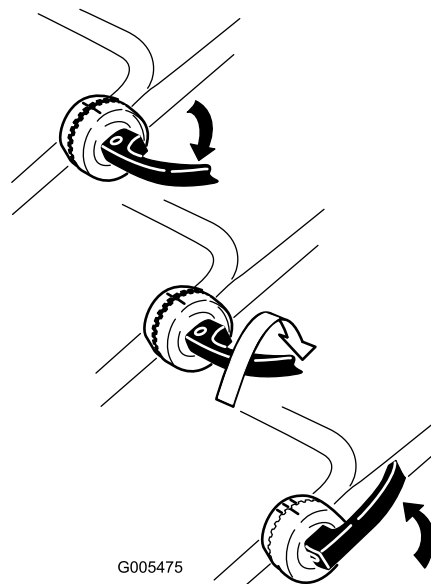

Figur 4
2. Lås opp de øvre håndtakslåsene og drei det øvre håndtaket oppover og lås det i en posisjon som er komfortabel for deg (Figur 4).
Merk: Du kan sette det øvre håndtaket i 1 av 3 håndtaksposisjoner. Rett inn merket med de tre merkene på innsiden av de øvre håndtakslåsene (Figur 4).